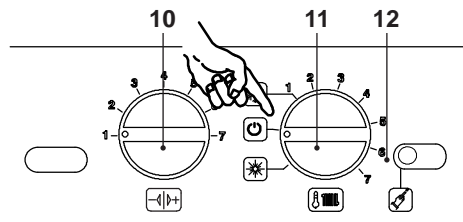

Figura 5.63
- Per uscire dalla programmazione posizionare il selettore di funzione / manopola regolazione temperatura riscaldamento 11 come indicato in Figura 5.63.